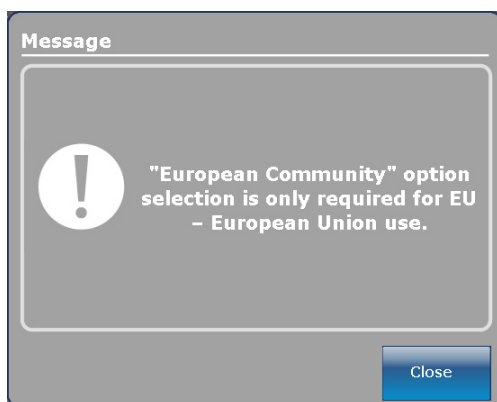

Figura 30a: Mensagem “European Community” (Comunidade Europeia)
1. Prima e mantenha premido o botão **HOB 30** e o botão **BRAKE** (TRAVÃO) ao mesmo tempo durante 5 segundos e, de seguida, solte os dois botões. É apresentado o ecrã de mensagem apresentado na Figura 30a. Prima o botão **Close** (Fechar).